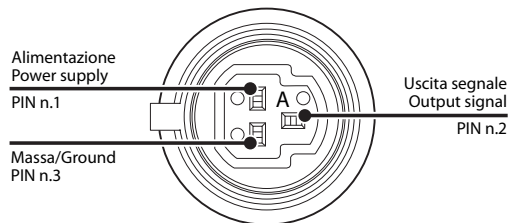

Fig. 2
- nella Fig. 2 viene indicato lo schema di collegamento del sensore di pressione:
- Figure 2 illustrates the probe connection diagram: